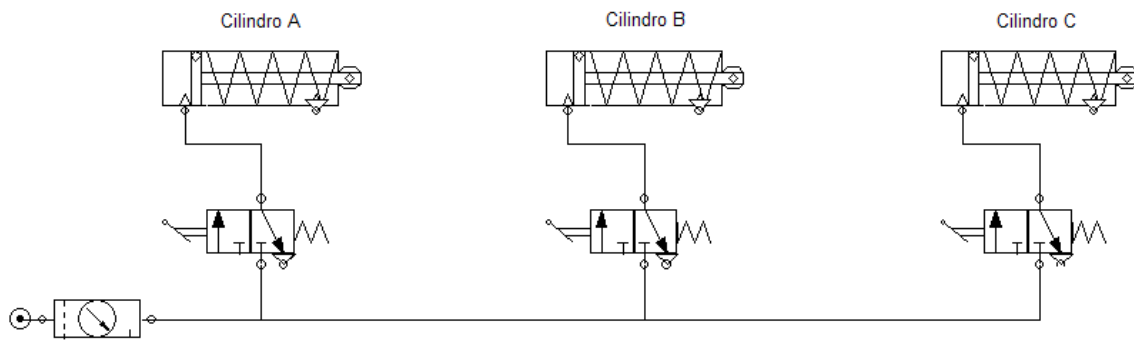

Figura 04 – Circuito pneumático
41. Os cilindros apresentados na Figura 04 estão submetidos à mesma pressão de trabalho de 600 kPa. Calcule a força máxima exercida por cada cilindro durante o avanço, sabendo-se que os cilindros A, B e C têm, respectivamente, diâmetro de 16, 25 e 32 milímetros.